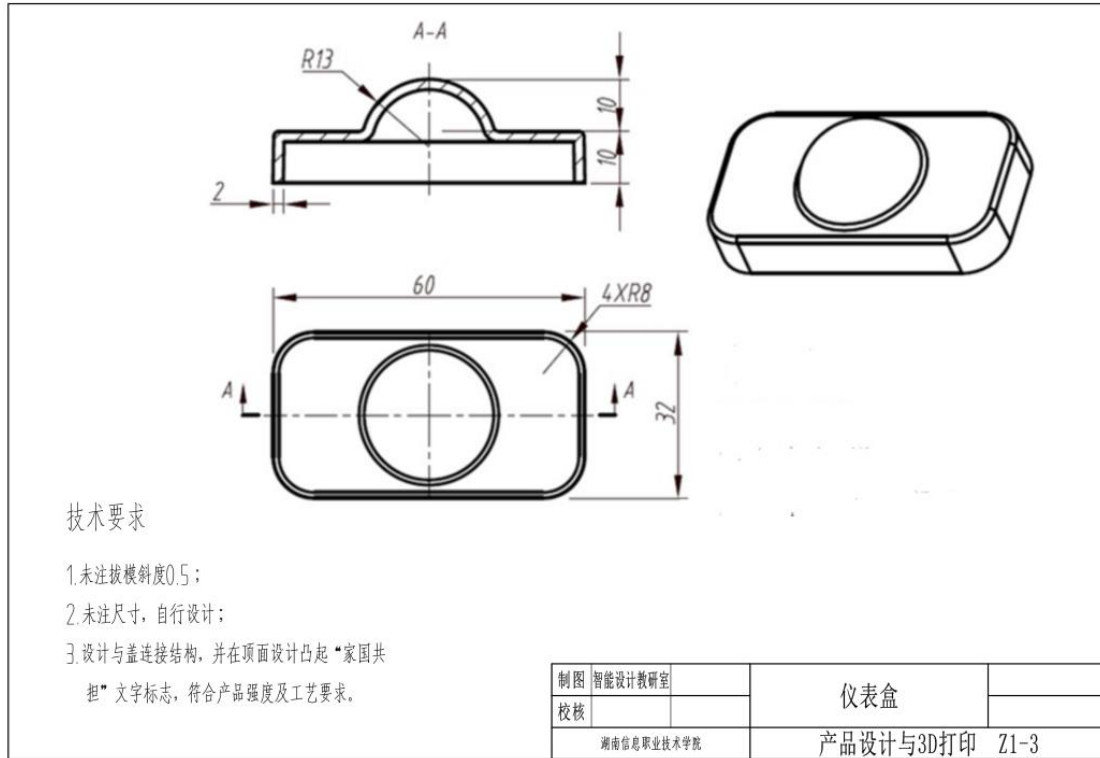

图 3-1-3 仪表盒零件图
按照图 3-1-3 的要求，对上盖零件进行产品造型、结构设计与 3D 打印。打印材料：ABS 或 PLA
- 2) 根据图 3-1-3 对仪表盒进行造型。设计与盒盖连接结构，并在顶面设计凸起“家国共担”文字标志，符合产品强度及工艺等要求。